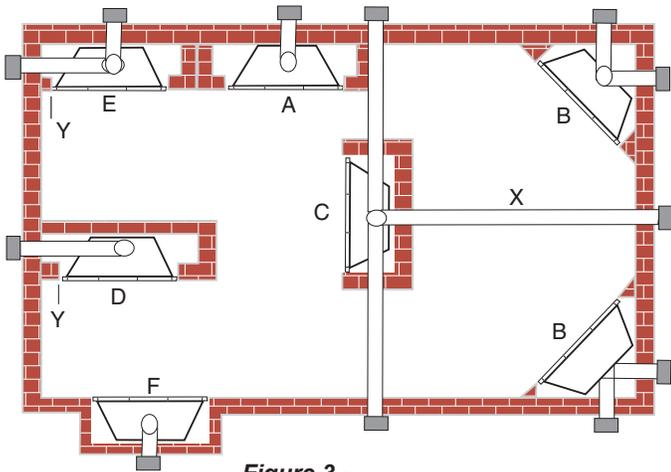

Figure 3 -
- Ce foyer peut être installé près d'un mur, dans un coin ou dans une chasse extérieure. Voir la Figure 3 pour les emplacements suggérés.